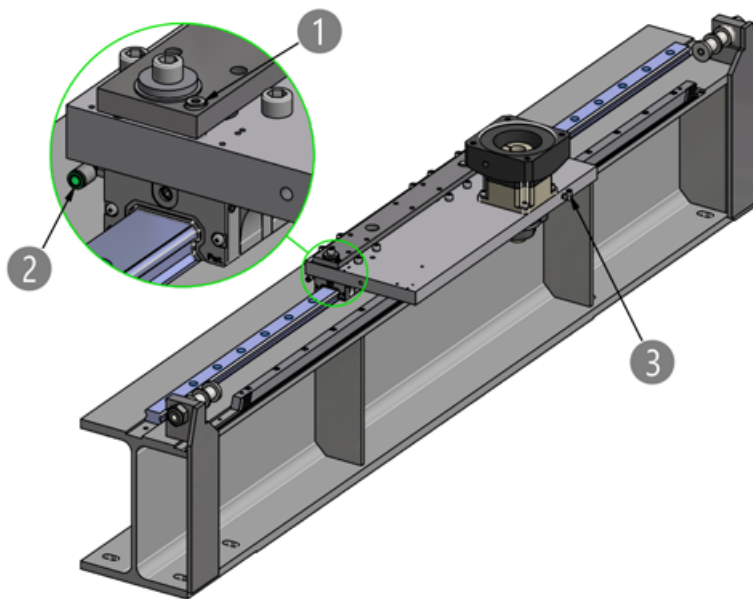

Bild 3.16 — Lage des Zylinderstiftes und der Schmieranschlüsse an Trägerachsen für Paralleleinsatz
Um das Ausgleichssystem zu aktivieren, muss danach der Zylinderstift ❶ (Bild 3.16) entfernt werden.
Die Führungswagen ❷ und der Zahnstangenantrieb ❸ der Linearachsen AXS120M\_ und AXS300MP sind mit Anschlüssen für Schmieranlagen ausgerüstet. Die Lage der Schmieranschlüsse ist in Bild 3.16 dargestellt.